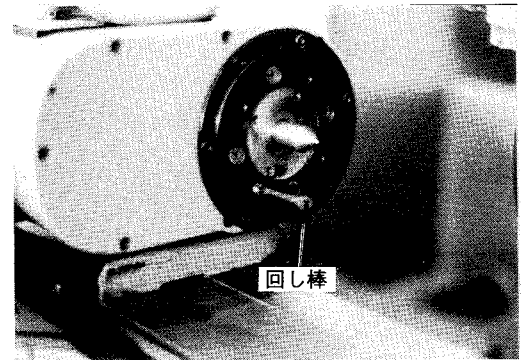

図2-22
(6) 回し金の足の長さに応じて、回し棒の位置を調整する（図2-22）。